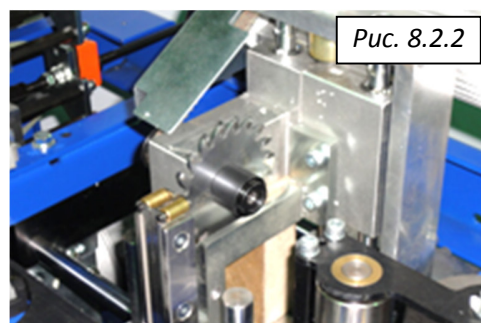

Рис. 8.2.2
4. Снимите шайбу В, изношенный пильный диск, распорную втулку С и второй изношенный диск один за другим, затем замените их на новые пильные диски (Рис. 8.2.2).